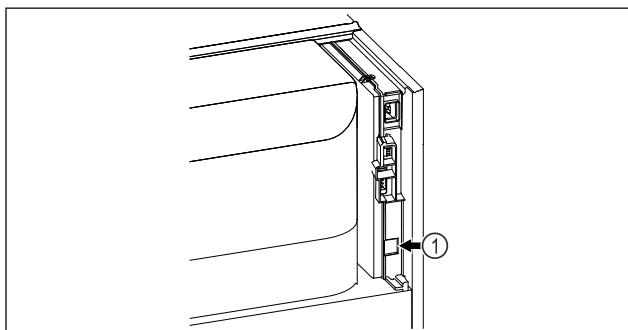

Fig. 47
SmartModule Fig. 47 (1) se rabi.